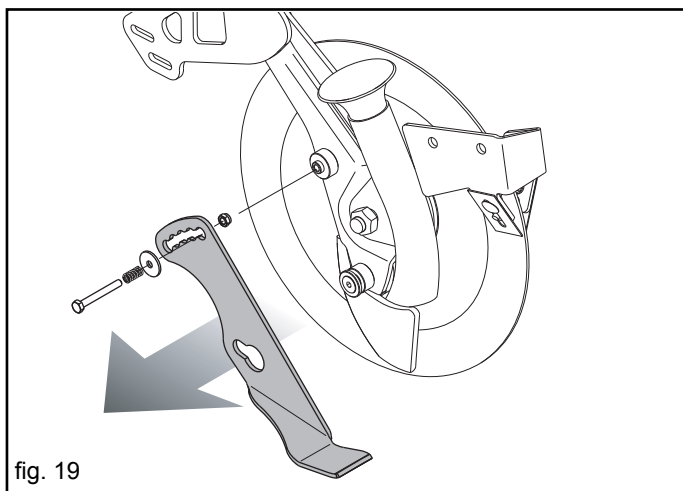

fig. 19
**IMPORTANTE:** per semine in terreni umidi, ad una profondità superiore ai 5 cm, si consiglia di togliere il pattino limitatore (Fig. 19).